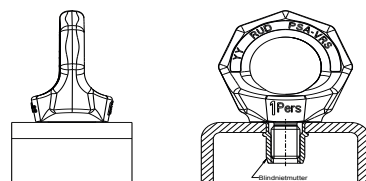

Abb. 1: Blindnietmutter
6. Die Befestigung in Profilstählen oder Hohlprofilen ist mittels einer Blindnietmutter Typ Rivkle in Stahl oder Edelstahl möglich. Beachten Sie hierbei die Montagehinweise des Herstellers. Bei einer Befestigung mittels **Rivkle-Blindnietmutter** verwenden Sie bitte den **Typ 343 66 120** mit kleinem Senkkopf (siehe Abb. 1).